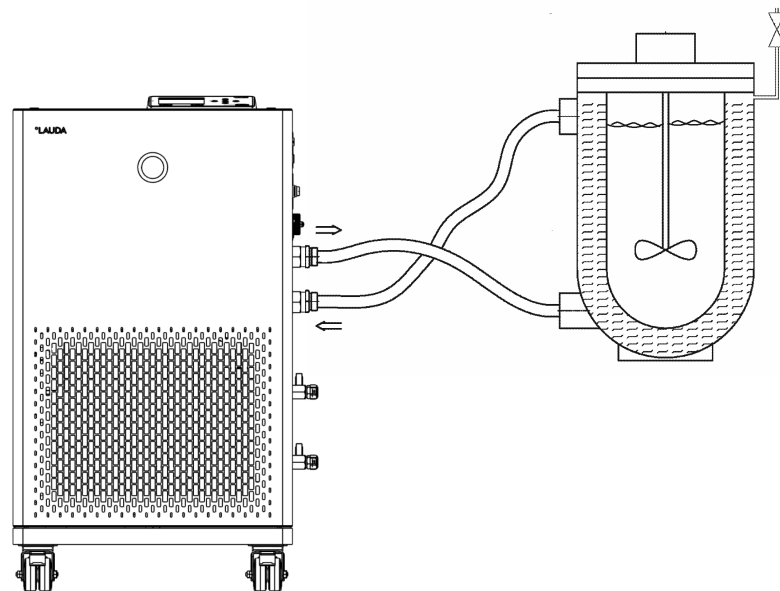

Abb. 14: Anschlusskette mit Entlüftungsventil
- Ein Entlüftungsventil kann, je nach Bauart der Applikation, den Entlüftungsprozess deutlich vereinfachen. Das Entlüftungsventil muss an der höchsten Stelle des Kreislaufs angeordnet werden (Abb. 14).
Damit Gas-/Dampfblasen aus dem System abgeführt werden können und ein ungestörter Betrieb möglich wird, muss die externe Applikation gemäß Skizze (Abb. 14) angeschlossen werden. Der Vorlauf der Pumpe ist mit dem unten liegenden Anschluss der Applikation zu verbinden. Die Rückleitung zum Pumpenstutzen ist mit dem oben liegenden Anschluss der Applikation zu verbinden. Die Applikation wird somit von unten nach oben durchströmt.